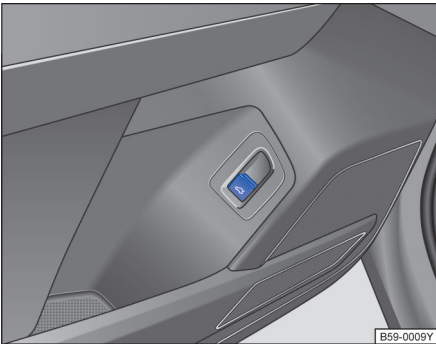

图 66 在驾驶员侧车门内：行李厢盖的开锁按钮。
向上拉驾驶员侧车门内的按钮  → 图 66。行李厢盖自动打开。
- 操作拉手按钮→图 66。